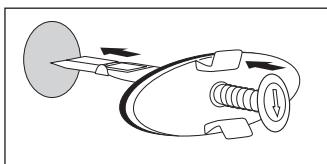

Fig. 1
- Choisissez le module adapté ⑥/⑦/⑧/⑨ pour le renvoi bouché et insérez-le dans l'ouverture de sortie d'air ⑤. Assurez-vous qu'il soit fermement enclenché.
- Fermez toutes les ouvertures, comme par ex. les trop-pleins du tuyau à nettoyer. Utilisez pour les débordements le bouchon anti-débordement ⑩:
- Si le trop-plein est rond, exercez une pression constante sur la goupille à ressort jusqu'à rabattre le levier de verrouillage de manière à le placer dans le prolongement avec la goupille à ressort (fig. 1.).